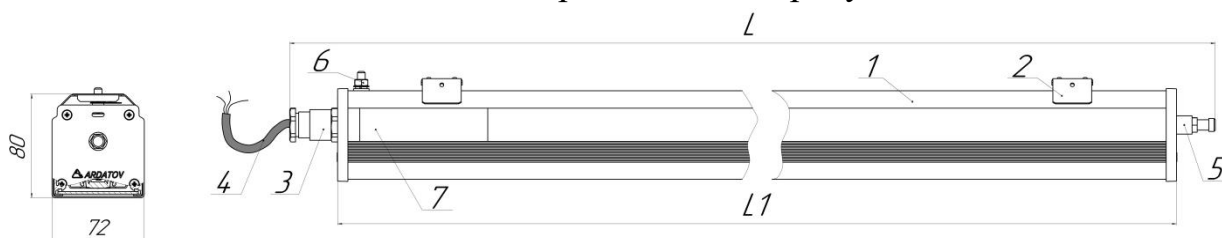

Рисунок 1 Внешний вид светильника
2.15. В светильниках с блоком аварийного питания (БАП) присутствует ручное тестирование аварийного режима: "Магнитный тестовый выключатель": включите светильник. Поднесите "Магнит неодимовый E42 (M6) с крючком" (или аналогичный с силой сцепления не менее 60 кг) в плотную к корпусу светильника в районе крепления шильдика с маркировкой (см. рисунок 1). Источник питания светильника переключится в аварийный режим, напряжение на светодиодные модули будет подаваться от аккумулятора. Для возврата в рабочий режим отдалите магнит.